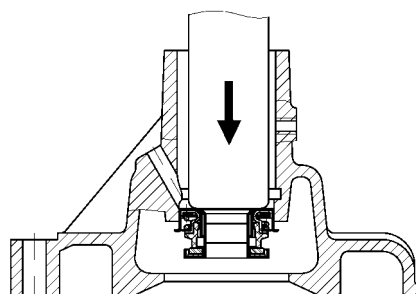

Рис. 135. Выпрессовка уплотнения водяного
- выпрессовать уплотнение из корпуса (рис. 135).